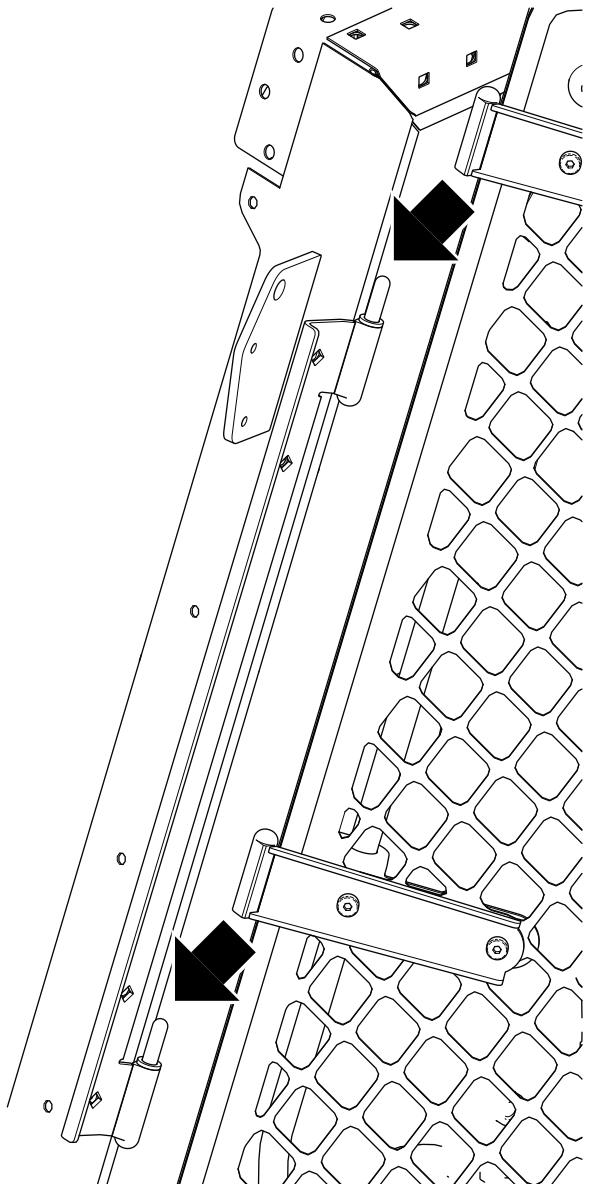

**Figura 5**
- 8. Montate 2 distanziali su ciascun gruppo del montante dello sportello (1 sul perno della cerniera superiore e 1 sul perno della cerniera inferiore); fate riferimento alla Figura 5.